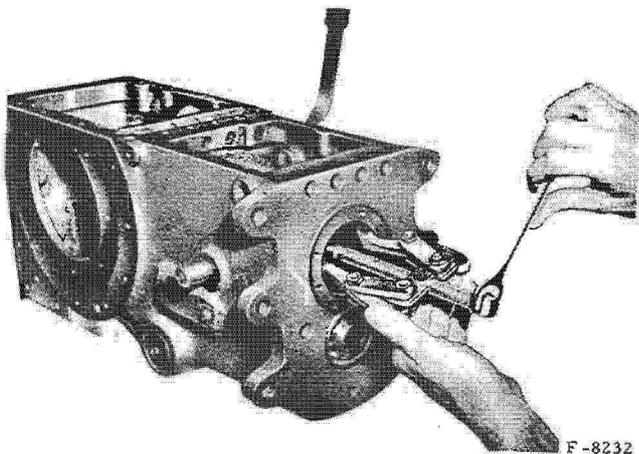

Fig. 33. - Démontage de l'arbre secondaire.
- A l'aide d'un arrache-moyeu aux griffes retournées, poussez l'arbre secondaire vers l'arrière. (fig. 33).